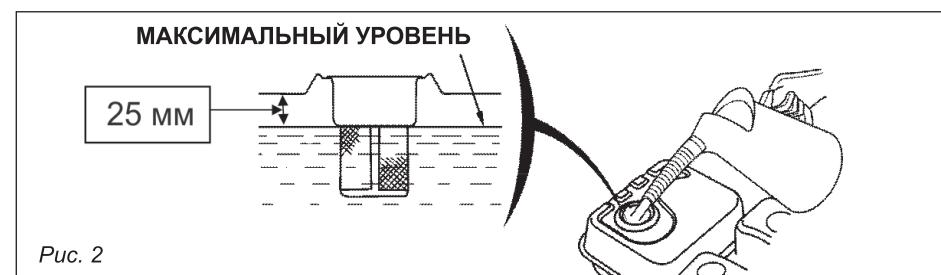

Рис. 2
4. ОСНОВНЫЕ ЧАСТИ И УЗЛЫ НАСОСА (рис. 2)
Если уровень топлива низкий, дозаправляйте в хорошо вентилируемом месте и при остановленном двигателе. Если двигатель работал, дайте ему сначала остеть. Для дозаправки установите двигатель на ровную поверхность, чтобы крышка топливоналивной горловины была направлена вверх. Снимите крышку горловины и наполните топливный бак бензином (рис. 2). Доливайте осторожно, избегая проливания топлива. Не переливайте топливо выше уровня. После дозаправки плотно и надежно закройте крышку топливоналивной горловины. Храните бензин в удалении от открытого огня, нагревательных приборов, жаровен, электрических устройств, механизированного инструмента и т.п.